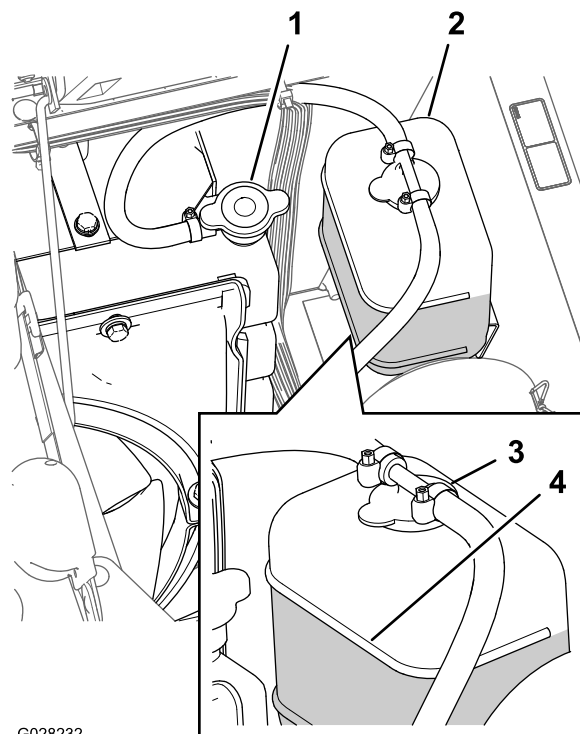

図 100
3. ラジエーターと補助タンクのキャップを注意深く開ける 図 100
注 ラジエーターは補給口の首の上部まで、補助タンクはFULLマークまであれば適正です 図 100。
5. 不足であれば補助タンクとラジエーター本体に補給するラジエーターは首の部分まで、タンクはFULLマークまで入れる 図 100。
6. ラジエーターと補助タンクのキャップを閉める 図 100。
2. エンジンが十分に冷えているのを確認してラジエーターのキャップを開ける (図 100)。
6. ラジエーターキャップを取る 図 100。
8. ラジエーターのキャップを軽く締めてエンジンを始動する 図 100。
10. 冷却液の温度が上昇したら、ラジエーターをキャップの縁まで一杯に満たす 図 100。
11. 補助タンクのキャップを開けて、Coldレベルまで冷却液を補充する 図 100。